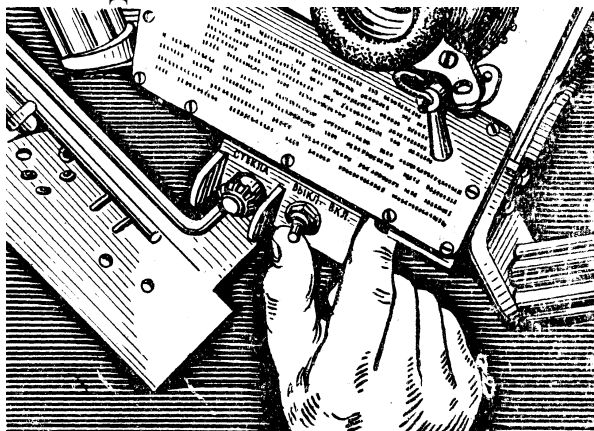

Рис. 51. Ввімкнення обігріву приладу ТКН-3Б
- якщо необхідно ввімкнути обігрів скла приладу, для чого перевести вимикач «ОБОГРЕВ СТЕКЛА» в положення «ВКЛ.» (Рис. 51), при цьому повинна загорітися сигнальна лампочка червоного кольору;